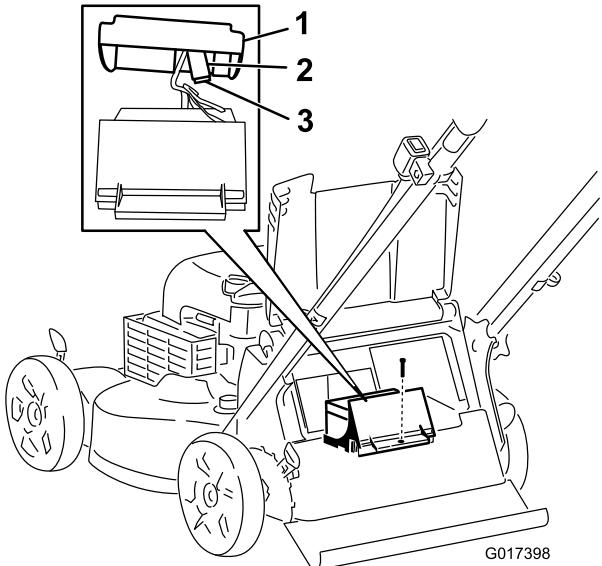

Рисунок 35
- Снимите крепежный винт аккумуляторного отсека, выньте аккумулятор и найдите предохранитель (Рисунок 35).
- 4. Замените плавкий предохранитель в держателе (Рисунок 35).